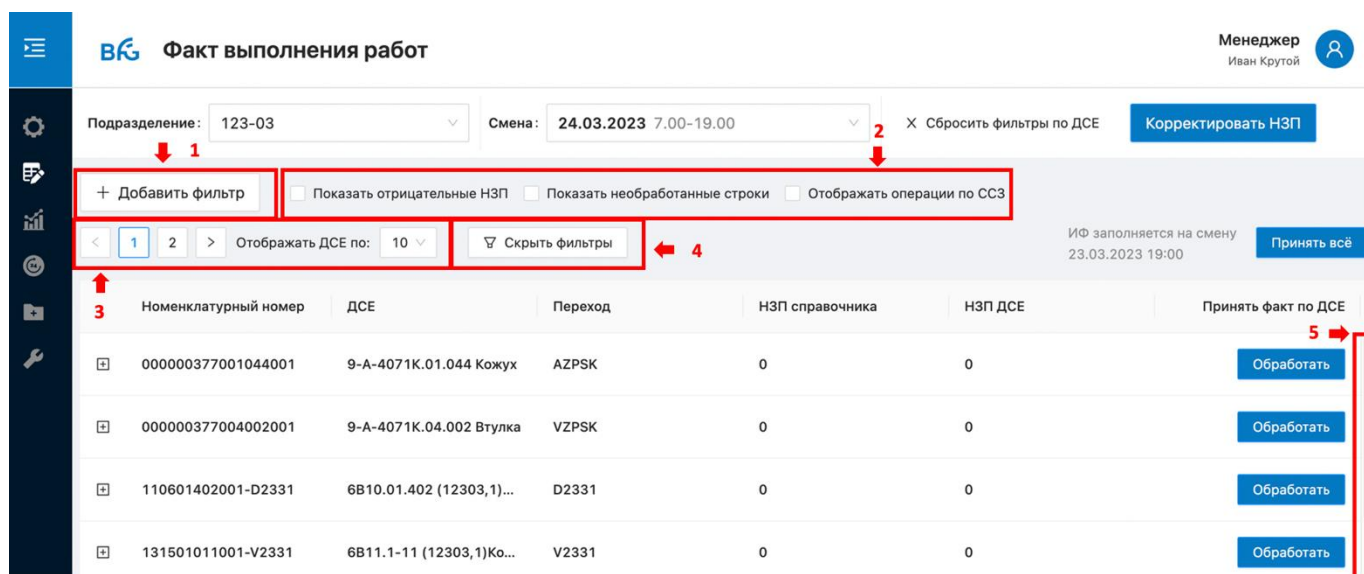

Рисунок 122
- нажать на кнопку «Показать фильтры» (Рисунок 122 п. 4);
- нажать на кнопку «Добавить фильтр» (Рисунок 122 п. 1);
- фильтр по опциям (Рисунок 122 п. 2);
- постраничная навигация (Рисунок 122 п. 3);
- вертикальная прокрутка (Рисунок 122 п. 5).